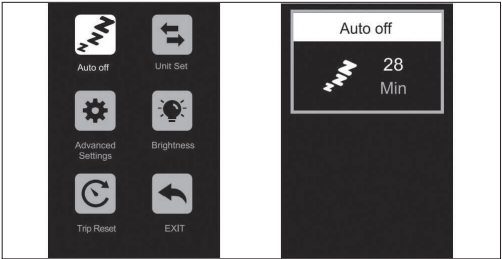

Figura 4-1
**Spegnimento automatico:** Se accedi a questa impostazione, puoi regolare il tempo di spegnimento automatico, come mostrato in (Figura 4-1).